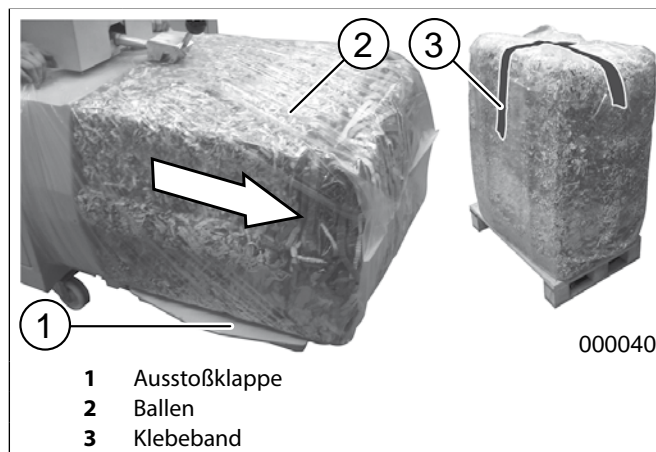

Abb. 18 Ballen ausstoßen
5. Sack zusammenfalten und mit einem Klebeband verschließen (Abb. 18/3). Der Ballen kann jetzt abtransportiert werden.
2. Ballen durch Betätigen des Drucktasters „Stempel vor“ (Abb. 12/1) in den Plastiksack auf die Ausstoßklappe schieben (Abb. 18).
3. Das Ende des Sacks zusammenfalten und den Sack mit einem Klebeband verschließen (Abb. 18/3). Der Ballen kann jetzt abtransportiert werden.